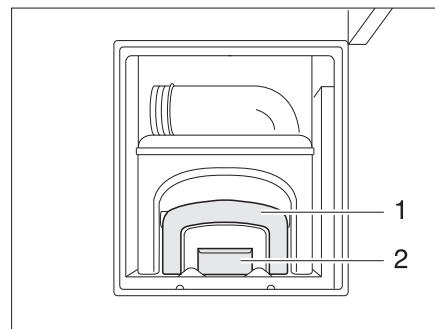

Fig. 263 Acceso al depósito de aguas fecales, abierto
- Accionar el desbloqueo (Fig. 263,2) y extraer el depósito de aguas fecales (cassette) sujetándolo del tirador (Fig. 263,1).